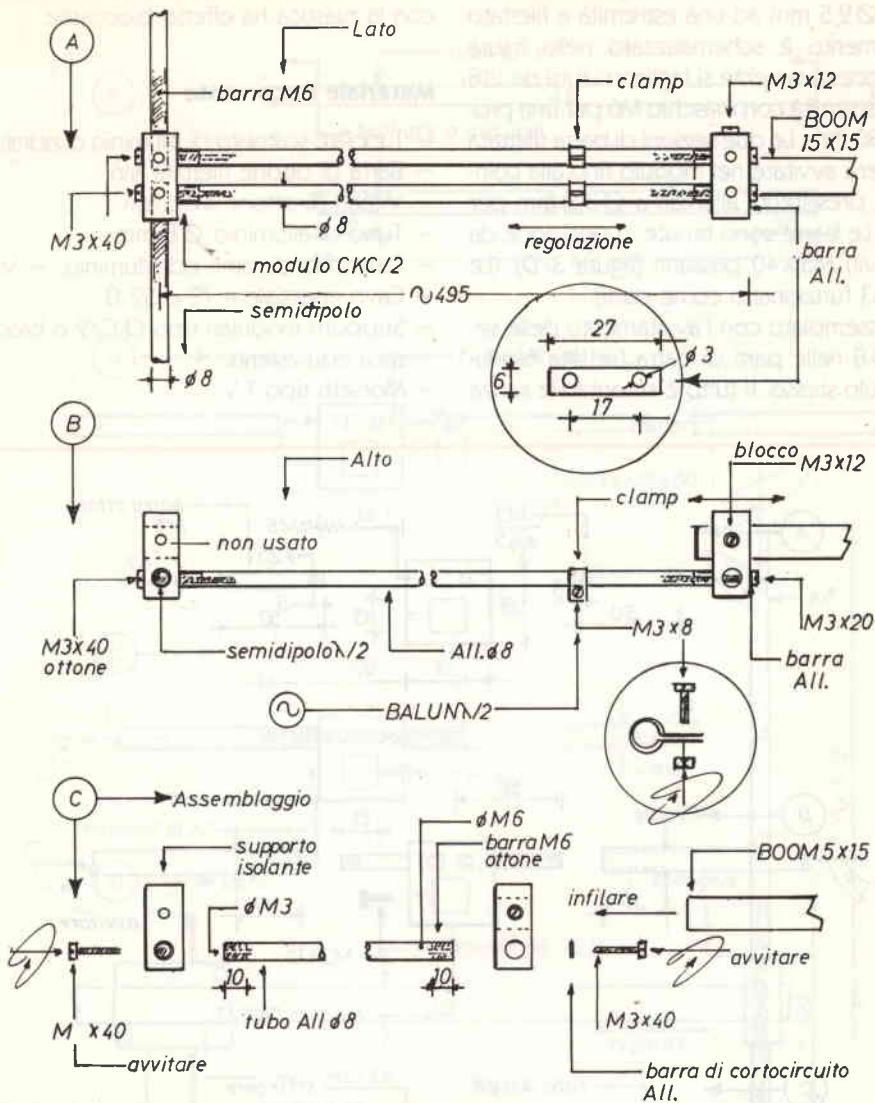

figura 2 - Dettagli stub a quarto d'onda.
Suggerisco di tenere presente contemporaneamente la figura 2/A/B/C e la figura 5/A per i dettagli costruttivi. Anche per lo stub si usa lo stesso materiale dei dipoli. Le sezioni sono due tagliate a conveniente lunghezza. Ogni sezione porta uno spezzone di barra filettata M6 lunga 10 mm avvitata a ciascuna estremità. Lo spezzone è forato per la lunghezza a  $\varnothing 2,5$  mm e filettato M3. Dopo inserimento nel tubo da  $\varnothing 8$  bisogna bloccarla in sede bullonando leggermente entro i 10 mm dal bordo. Se tuttavia si ha l'accorgimento di praticare pochi filetti internamente al tubo questa operazione non è necessaria.
I particolari costruttivi sono visibili nella figura 2/C. Le due sezioni così preparate devono essere avvitate al punto di alimentazione nella parte centrale dell'antenna, sul modulo isolante. Vedi figura 2/A/B in dettaglio. Si usano le viti M3 x 40 mm circa, di ottone oppure inox. Dalla parte opposta le due sezioni di tubo sono fissate ad un altro modulo isolante con lo stesso sistema.
**N.B.** Poiché lo stub deve essere cortocircuitato, si deve inserire una barretta di alluminio, fra le viti ed il modulo. Stringendo le viti si ha anche il cortocircuito! Nel supporto isolante (CKC/2) si inserisce la corta sezione di tubolare da 15 x 15 e si ottiene l'ancoraggio al mast. Vedi figura 2/B - destra.
Le clamps sono ricavate da lamierino di alluminio o meglio rame, larghe circa 6 mm e forate a  $\varnothing 3$  mm. Ogni clamp è preparata stringendo in morsa la striscia di rame su una punta da  $\varnothing 7,5$  mm. Il dettaglio è nel cerchietto in figura 2/B. Le clamps sono allargate e fissate sullo stub a quarto d'onda con viti M3x600. Altri particolari sono visibili nella figura 5/B.